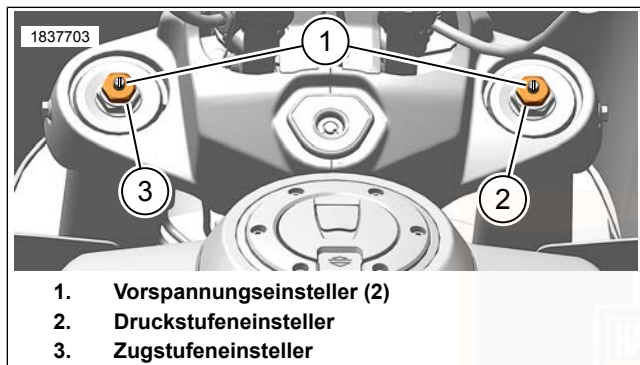

Abbildung 16. Einsteller für Vorderradfederung
Siehe Abbildung 16.
Siehe Abbildung 16. Die Schraube des Druckstufeneinstellers (2) befindet sich auf dem rechten Tauchrohr.
Siehe Abbildung 16. Die Schraube des Zugstufeneinstellers (3) befindet sich auf dem linken Tauchrohr.
2. Die Schraube des Zugstufeneinstellers (3) um die empfohlene Anzahl von Umdrehungen gegen den Uhrzeigersinn drehen. Siehe Tabelle 24.
Siehe Abbildung 16. Die Vorspannungseinsteller (1) befindet sich jeweils auf dem Tauchrohr.